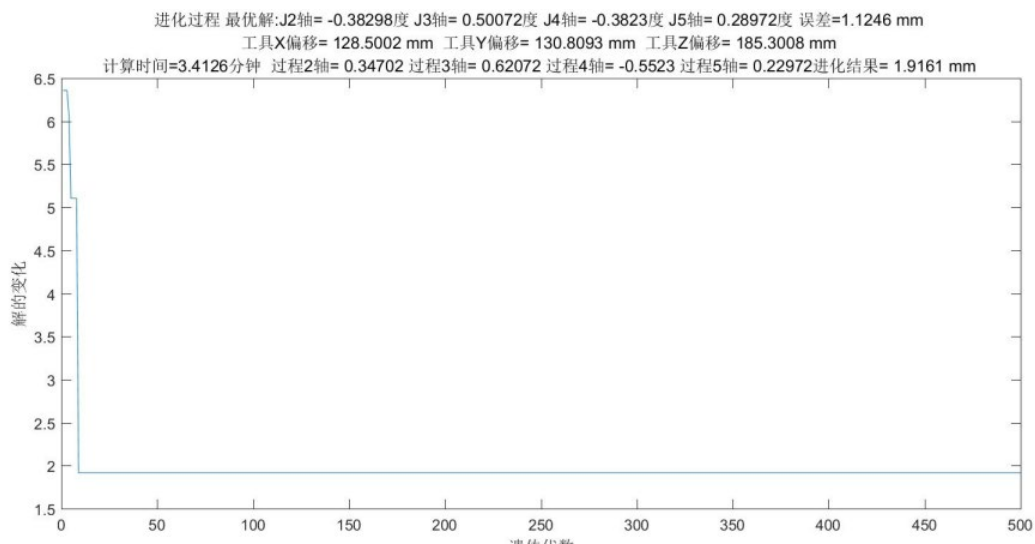

图 6-18 零位修正角度
6. 等待计算完成后，会自动生成 J2-J5 轴的零位修正角度，如图 6-18 所示；